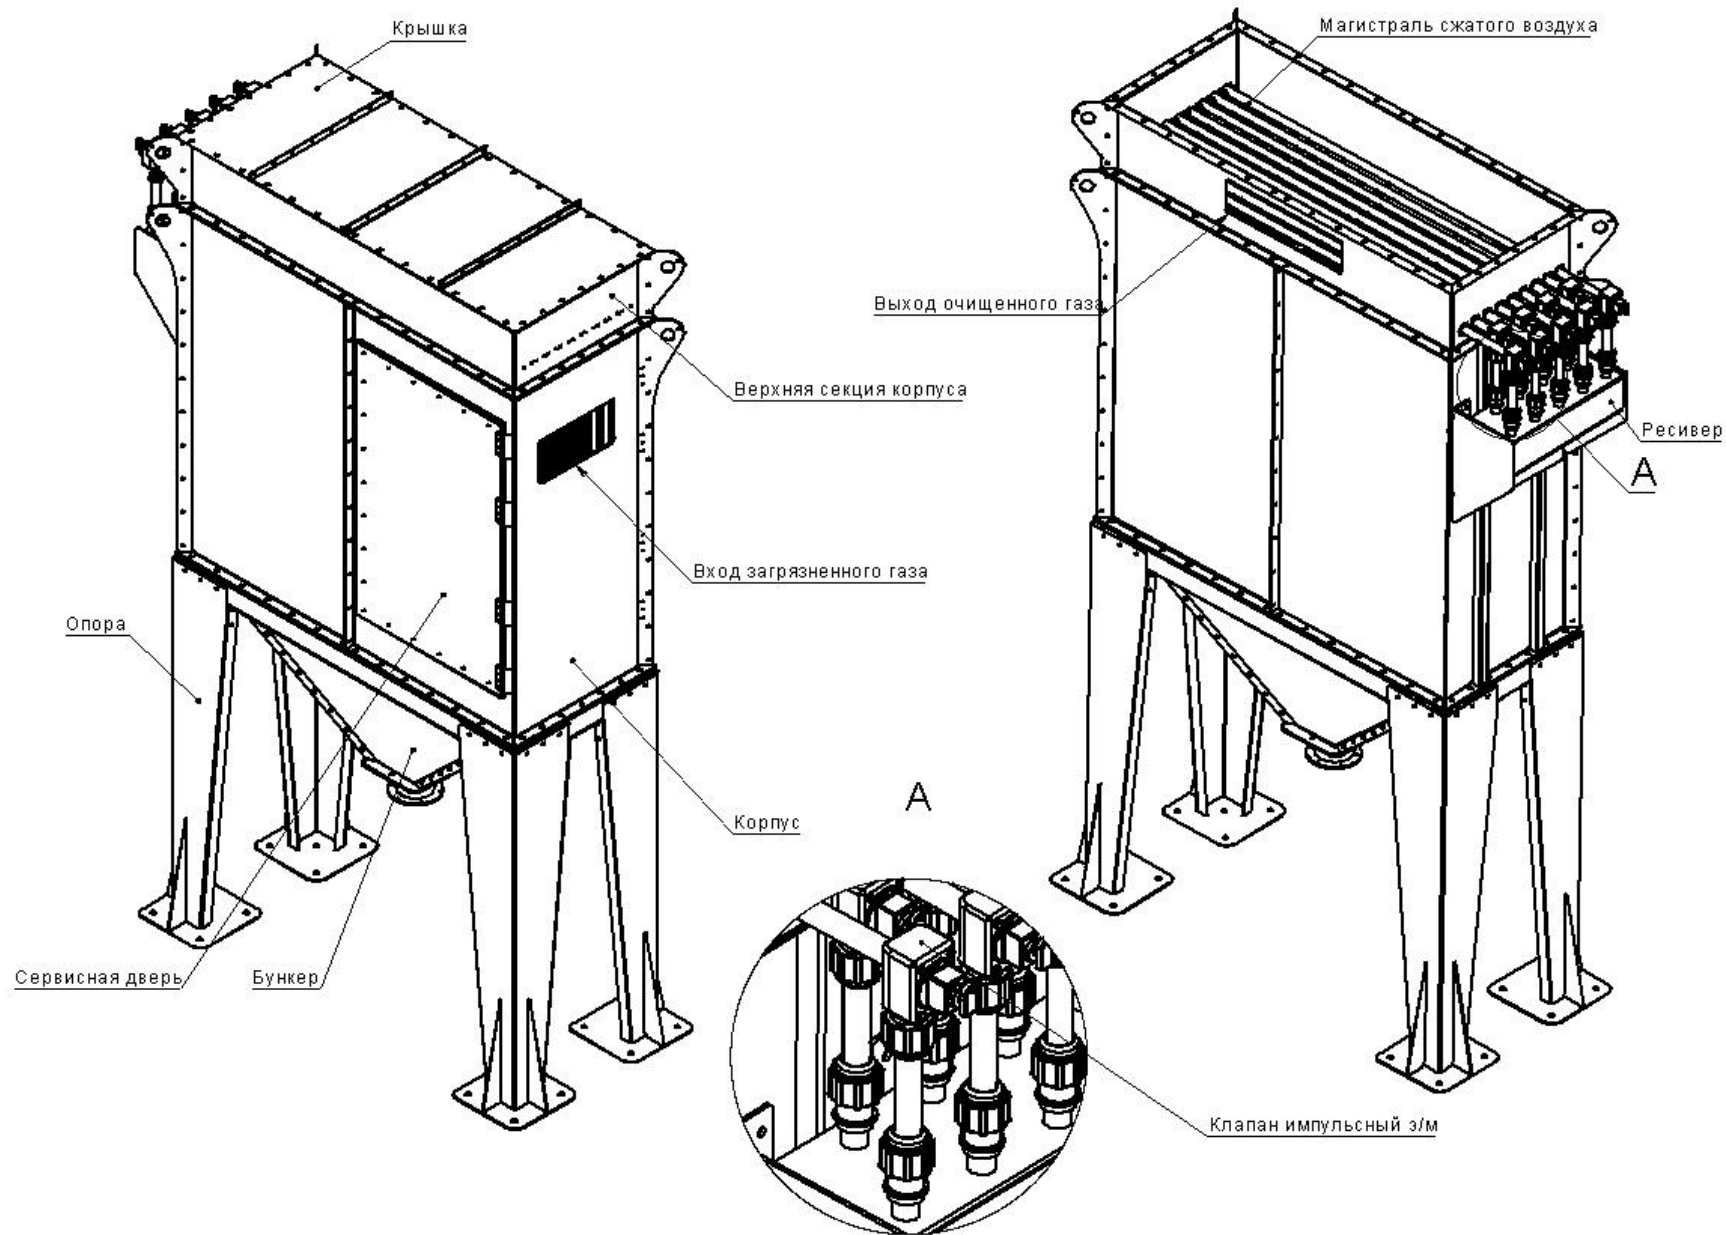

Рисунок 1 - Конструкция Установки
- Демонтировать верхнюю крышку Корпуса (рис. 1);